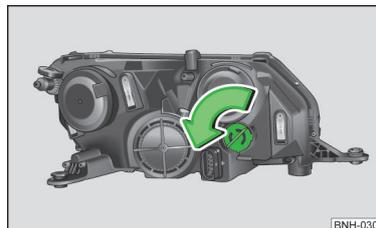

Fig. 152
- › Girare il portalampada con la lampadina » fig. 152 sino all'arresto in direzione della freccia e quindi estrarlo.